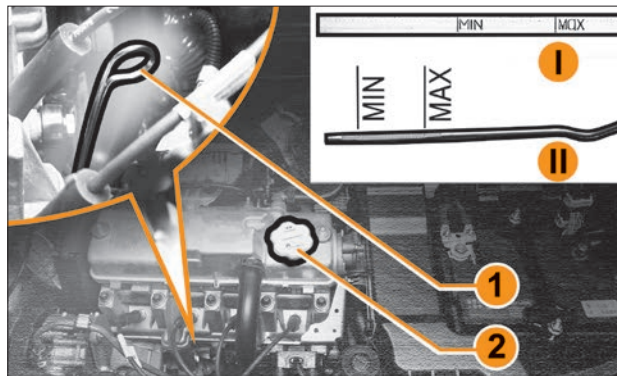

Рис. 6.3.1. Масляный щуп двигателя (в варианном исполнении)
- Извлеките и вытрите мерный масляный щуп **1** (рис. 6.3.1) чистой ветошью. Вариант I – 8-клапанный двигатель, вариант II – 16-клапанный двигатель.